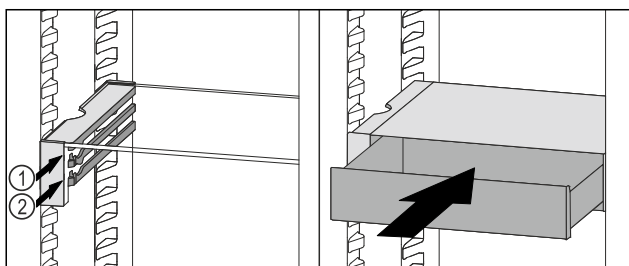

Fig. 134
- Fig. 134 (1) of Fig. 134 (2) plaatsen.